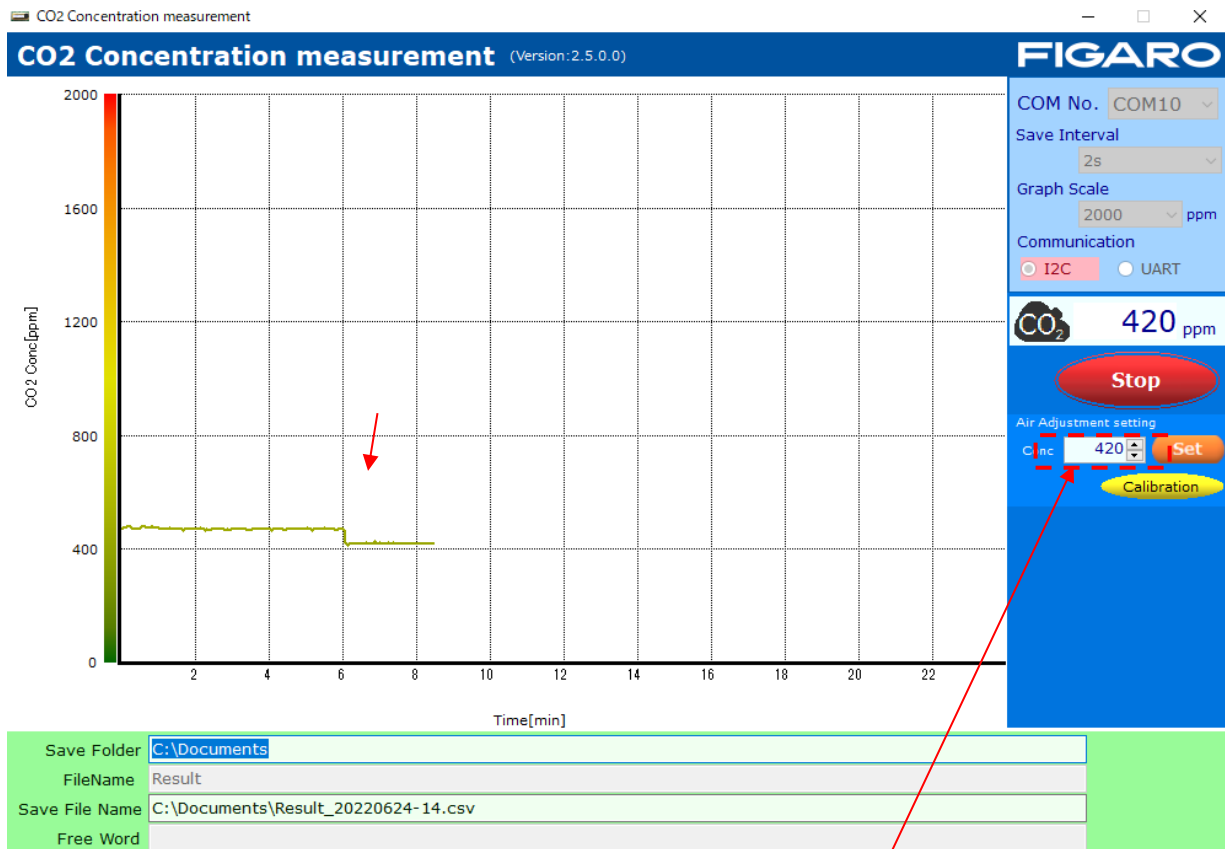

图 12 Air Adjustment 实例
若要调整传感器模块的个体差异，请使用管理软件屏幕上的 **Air Adjustment setting**。图 12 是气氛浓度为 420ppm 时的示例。使用已知浓度的气体时，请以该气体浓度为**浓度设定值**进行设定。
- ① 如图所示请先将 **Conc** 设定值调整到与之相配的气氛浓度(图 12 示例中为 420ppm)，然后点击[Set]按钮设置 **Conc**。
- ② 确认 CDM7162 在气氛浓度中达到十分稳定的输出后，点击[Calibration]按钮。(图 12 所示为在达到 6 分钟的时刻点击 [Calibration]按钮的示例。)
- ③ 最后，如果 **Conc** 设定值进行过变更的话，将其恢复为出厂设置（400），然后再次点击[Set]按钮。